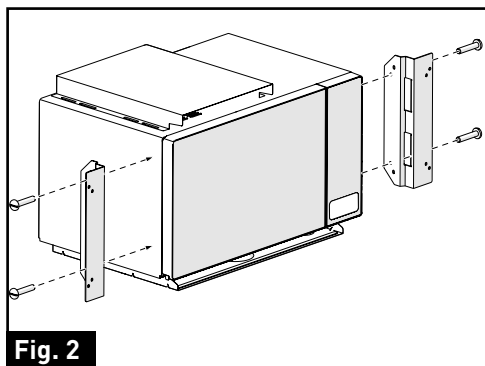

Fig. 2
2. Fije los soportes metálicos izquierdo y derecho al horno de microondas y fíjelos con los 4 tornillos de montaje provistos. (Fig. 2)